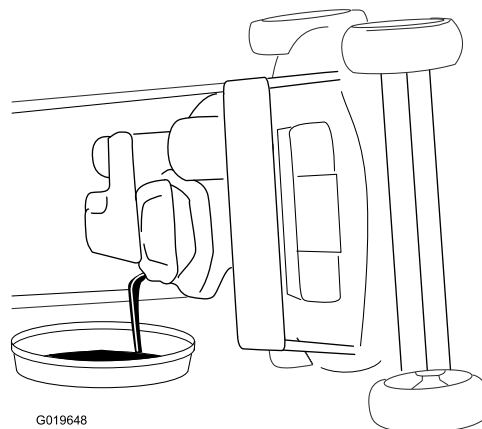

Figura 23
6. Vuelque la máquina, con el filtro de aire hacia arriba, para drenar el aceite en el recipiente (Figura 23).